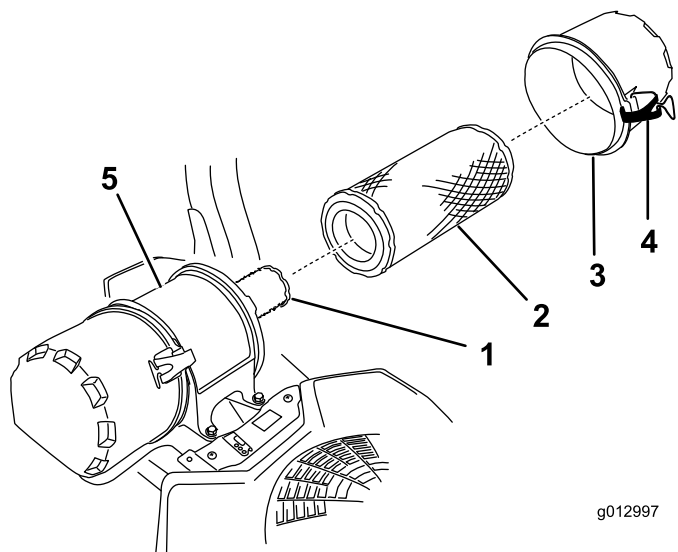

Figure 59
6. Ouvrez les dispositifs de verrouillage du filtre à air et détachez le couvercle du boîtier du filtre (Figure 59).
8. Sortez le préfiltre du boîtier du filtre avec précaution (Figure 59).
2. Si vous remplacez l'élément de sécurité, glissez-le avec précaution dans le boîtier du filtre (Figure 59).
3. Placez ensuite le préfiltre sur l'élément de sécurité avec le même soin (Figure 59).
4. Remettez en place et verrouillez le couvercle du filtre à air (Figure 59).